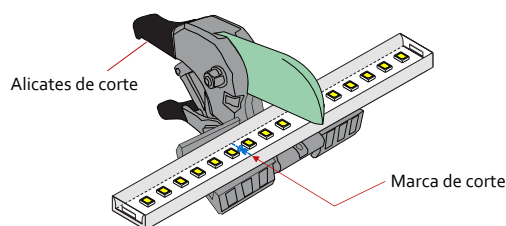

Fig. 3.4
- El corte debe hacerse en la línea marcada, no corte en otro lugar (Fig. 3.4), ya que hacerlo dañará la placa de circuito interna.